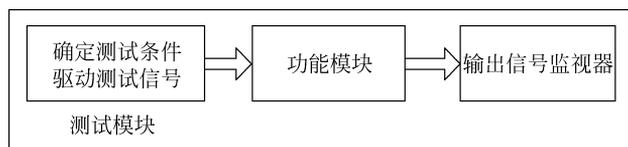

图 3-15 测试平台框图 1
(1) 测试模块是顶层模块，它直接调用功能模块。这是一种较常用的测试平台，框图如图 3-15 所示。
**例 3-73** 用图 3-15 的测试平台对例 3-1 的半加器进行测试。